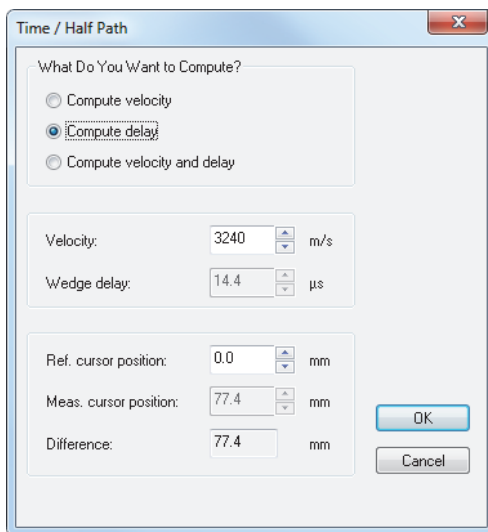

図 4-26 [Time / Half Path] ダイアログボックスによる校正
7. 表示された [Time / Half Path] ダイアログボックスで(127 ページの図 4-26)、次の手順に従います。